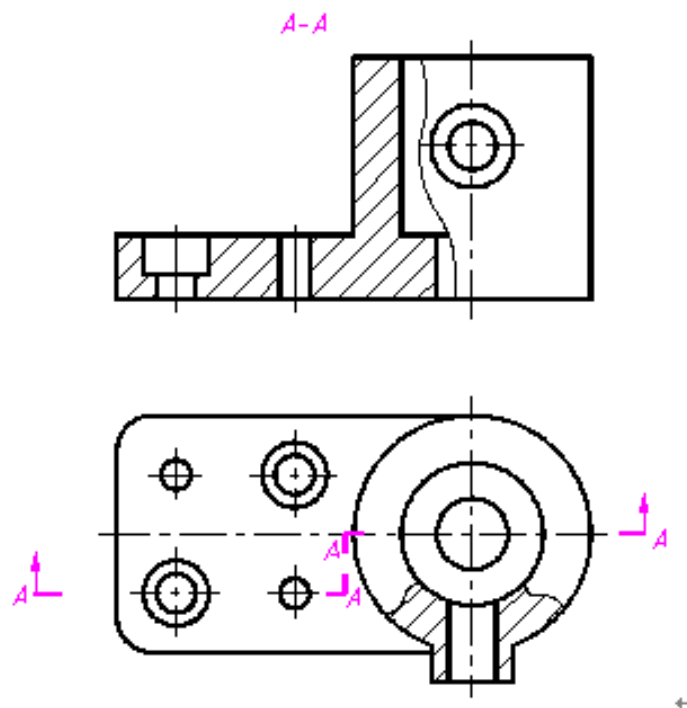

图 4-11 剖视图的标注
5) 剖视图的标注如图 4-11 所示。
①画剖切符号，剖切平面两端注上大写字母。
②标出剖视图的名称 A-A。
③投影方向用箭头表示，此处可以省略。用“快速引线”或“多段线”命令画箭头。